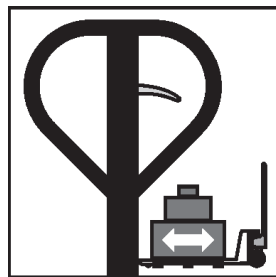

Fig. 8 – Transportar la carga
- b. Posicione la palanca en el centro para transportar la carga (fig. 8).